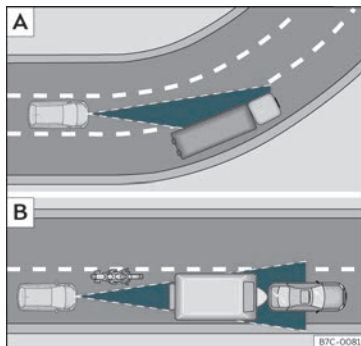

Fig. 164 A) Veículo numa curva. B) Motociclo que circula à frente, fora do raio de alcance do sensor de radar.
O ACC poderia não detetar em curva o veículo precedente ou poderia regular a distância com veículos que se encontram noutras faixas»» **Fig. 164** **A**.
- Veículos que circulem desalinhados ou fora da zona de deteção do sensor, por exemplo, motociclos»» **Fig. 164** **B**